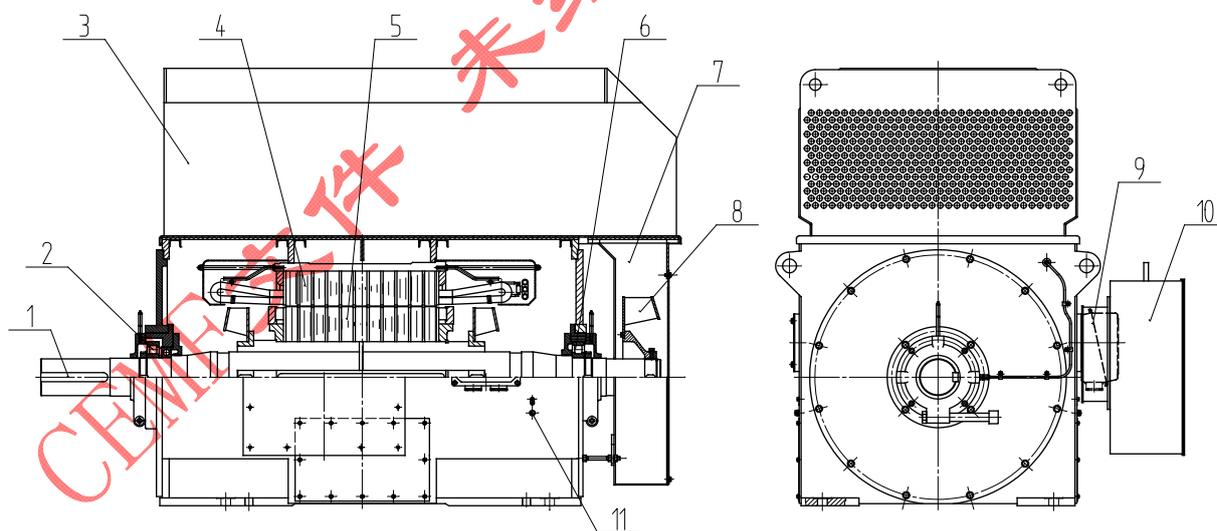

图 1-5 封闭式鼠笼型(YKK)系列电动机结构示意图 (主视图半剖)
1.4.3.4 封闭式鼠笼型 (YKK) 电动机(图 1-5 为滚动轴承结构电机, 滑动轴承结构与此类似), 安装方式: IMB3(IM1001), 冷却方式: IC61, 防护等级: IP44/54/55